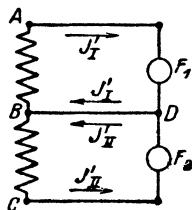

Fig. 96.
244. Die in der Wicklung AB einer Wechselstrommaschine erzeugte EMK ist gegen die in der Wicklung BC einer zweiten Maschine erzeugte um 90° verschoben. Durch die Lampen F_1 bzw. F_2 fließen Ströme von 5 [8] (7) A bzw. 12 [15] (20) A. Welcher Strom fließt in der gemeinsamen Leitung BD (Fig. 96)?